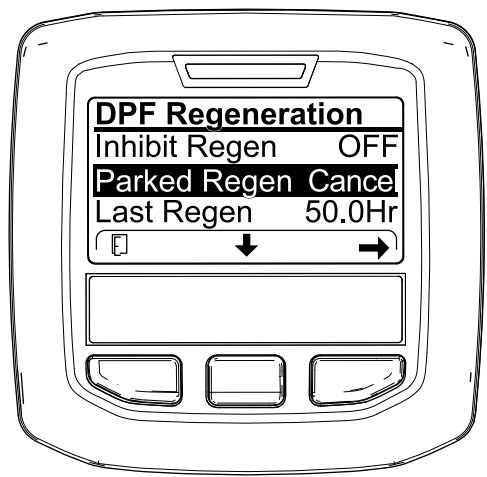
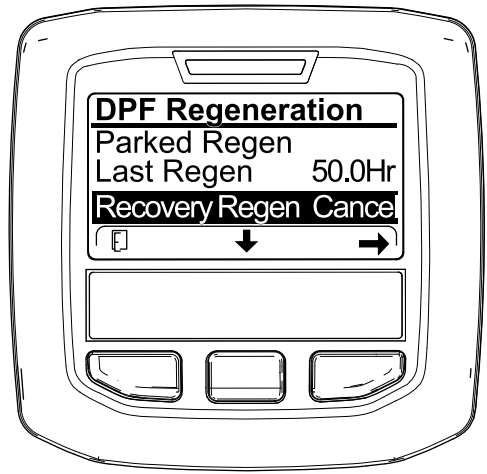

図 92
図 93
1. DPF 再生メニューにアクセスする 図 92。
2. 中央ボタンを押して下へスクロールし、駐車再生キャンセル PARKED REGEN CANCEL (図 92) またはリカバリ再生キャンセル RECOVERY REGEN CANCEL を選ぶ 図 93。
3. 右ボタンを押すと再生キャンセルに Regen Cancel に入る 図 92 または 図 93。